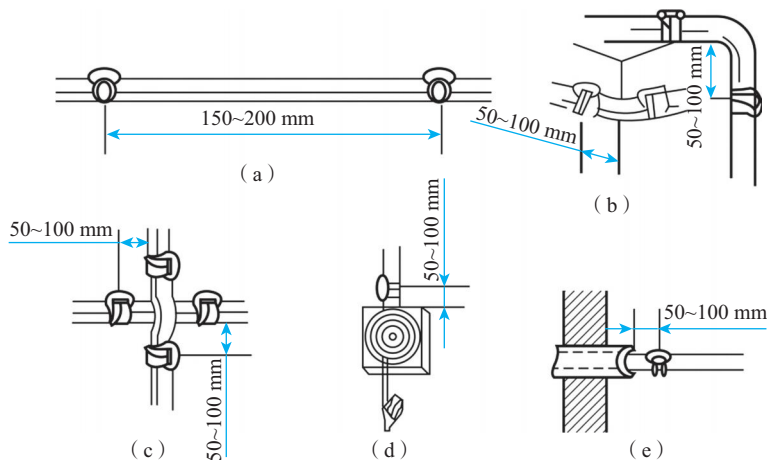

图 3-2 护套线支持点的各种安装位置
(3) 护套线必须采用专用的线卡进行支持。
(4) 护套线支持点的定位：直线部分，两支持点之间的距离为 0.2 m ；转角部分、转角前后各应安装一个支持点；两根护套线十字交叉时，叉口处的四方各应安装一个支持点，共四个支持点；进入木台前应安装一个支持点；在穿入管子前或穿出管子后，均需各安装一个支持点。护套线支持点的各种安装位置如图 3-2 所示。